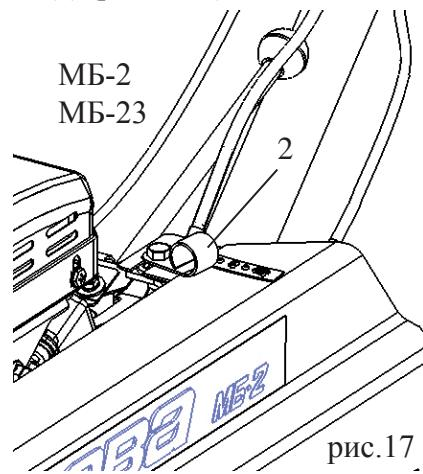

рис.17
Провести трос сцепления через мотоблок, как показано на схеме в приложении 2 (стр.20) и обязательно продеть трос сцепления через направляющую (2) рис.17;18. Крючок пружины троса (5) зацепить за скобу (4). Нажав рукой на рычаг сцепления (6) завести наконечник оболочки троса (2) в упор (3) (рис.23). Отрегулировать нажим натяжного шкива рычага сцепления (8) с помощью винта (10) и гайки (11) (рис.24).
7. Установить защитный кожух (1) и закрепить (рис.3). Установить направляющую троса (2) (рис.17;18).